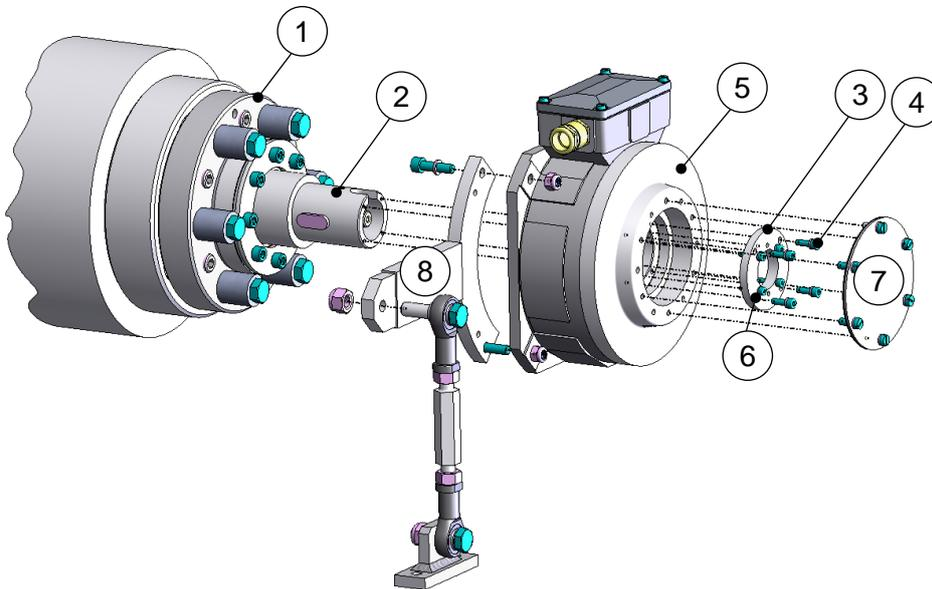
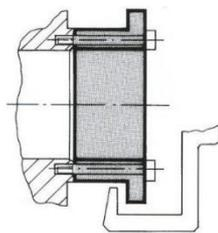

Abbildung 2
Abbildung 3
Der Radialschlag der Adapterwelle (2) Abbildung 2 Seite 14 darf max. 0,05 mm betragen.
3. Hohlwellen Drehgeber mit Axialspannring (3) und Befestigungsschrauben (4) 4x M5 x 16 - DIN 912 an der **Hohlwelle** anschrauben. Abbildung 2 Seite 14).
4. Axialspannring mit Befestigungsschrauben (6) 4x M4 x 20 - DIN 912 an der **Adapterwelle** anschrauben.
5. Hohlwellen Drehgeber mit Abdeckblech mit Dichtung (7) verschließen.
6. Drehmomentstütze/Stützarm (8) am Hohlwellen Drehgeber befestigen.
2. Die Hohlwelle des Hohlwellen Drehgebers hat beidseitig stirnseitig Gewindebohrungen. Zur Demontage des Hohlwellen Drehgebers wird die Montagehülse (Abbildung 2 Seite 14) dort mit 4 Schrauben M5x80 angeschraubt. Mit einer geeigneten Abziehvorrichtung (Abbildung 3 Seite 17) kann nun der Hohlwellen Drehgeber vorsichtig von der Adapterwelle gezogen werden.